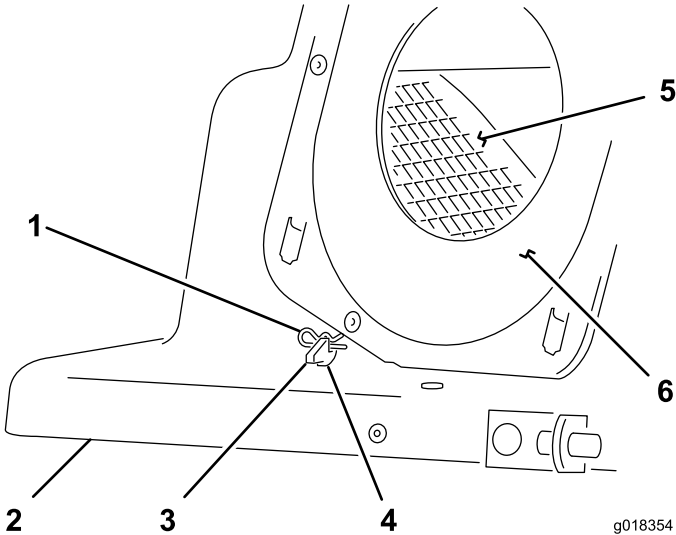

Figura 14
- 7. Fixe o abafador ao capot inserindo os ganchos nos orifícios nas abas de montagem do abafador, conforme indicado em Figura 14.